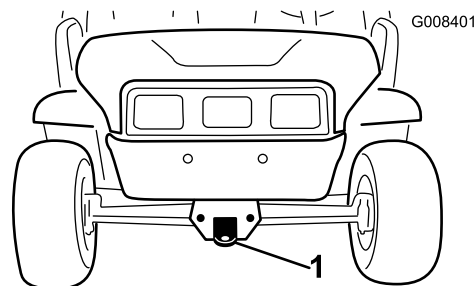
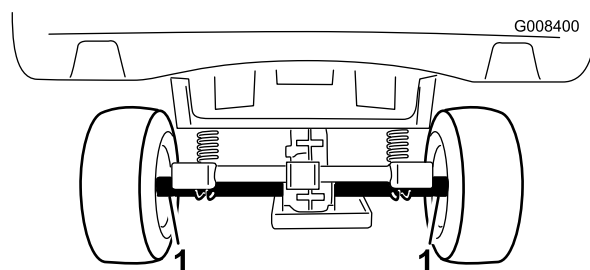

Рисунок 18
Рисунок 19
Для перемещения машины на большие расстояния используйте прицеп с полноразмерными наклонными съездами. Убедитесь в том, что машина прикреплена к прицепу. См. местонахождение точек крепления автомобиля на Рисунок 18 и Рисунок 19.
2. Прикрепите буксирный трос к тягово-цепному устройству в передней части рамы автомобиля (Рисунок 18).